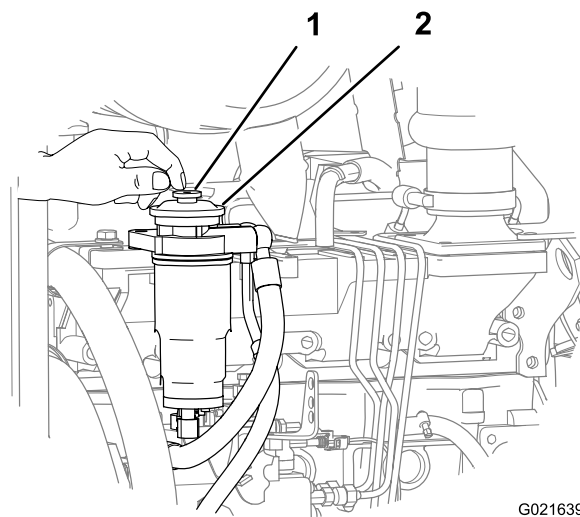

Figura 91
6. Localize o botão de ESCORVA na parte superior do adaptador do filtro de combustível secundário (Figura 91).
7. Pressione e libere o botão de ESCORVA repetidamente até sentir resistência ao apertá-lo (Figura 91).